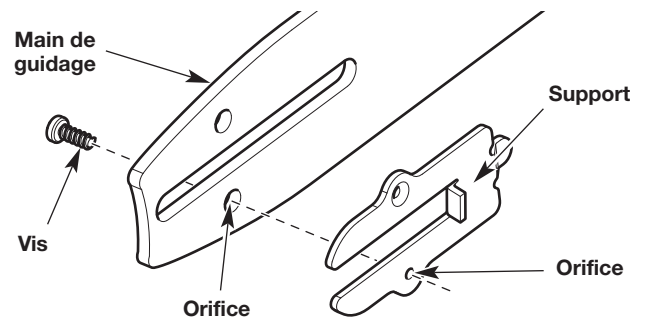

Fig. 23
5. Utiliser un petit tournevis cruciforme pour retirer la vis qui maintient le support sur la barre de guidage (Fig. 23).
1. Placer le support sur la barre de guidage (Fig. 23). Aligner l'orifice du support avec l'orifice sur la barre de guidage (Fig. 23). Insérer la vis dans les orifices alignés (Fig. 23). Serrer fermement la vis avec un petit tournevis cruciforme.